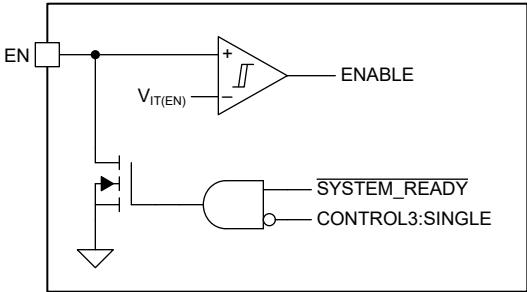

图 7-6. 使能功能方框图
使能 (EN) 引脚是双向引脚，具有两项功能。请参阅图 7-6：